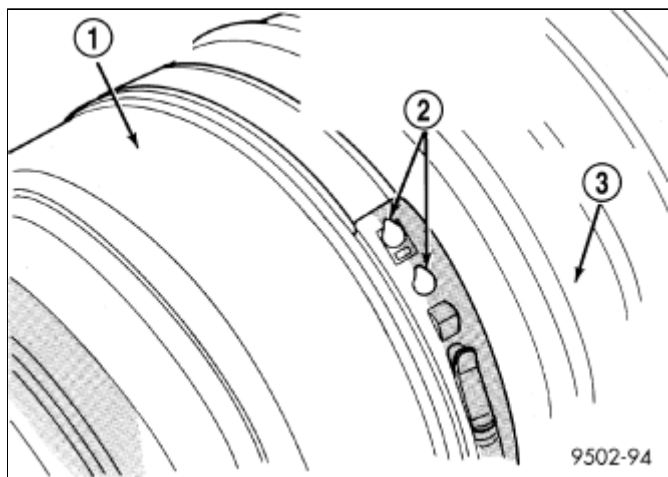

图 11 正确安装的密封防尘罩卡箍
2. 把工具收紧到一起，使卡箍的上钢带在卡箍下钢带上两个锁片后面锁紧(图 11)。